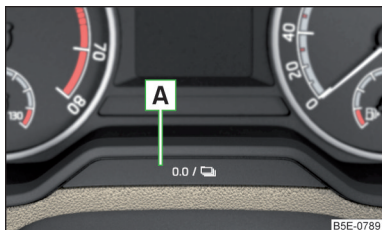

Abb. 49
- Die Taste **A** » **Abb. 49** gedrückt halten, bis im Display der Menüpunkt **Service** angezeigt wird.